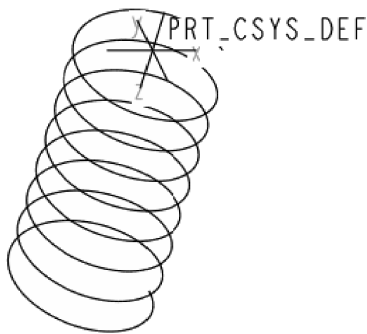

图 5-39 螺旋线
(6) 在【曲线：从方程】对话框中单击 **确定** 按钮，完成螺旋线的创建，如图 5-39 所示。